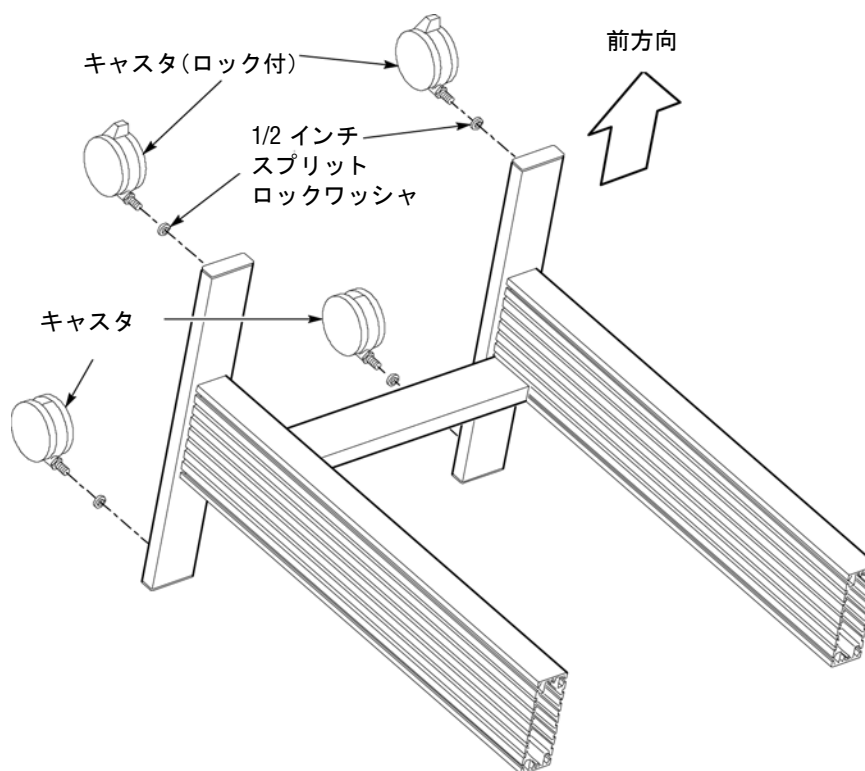

図 5: キャスタの取り付け
10. 図 5 に示すように台車を倒します。脚部の両端にキャスタを取り付けられるように台車を置きます。